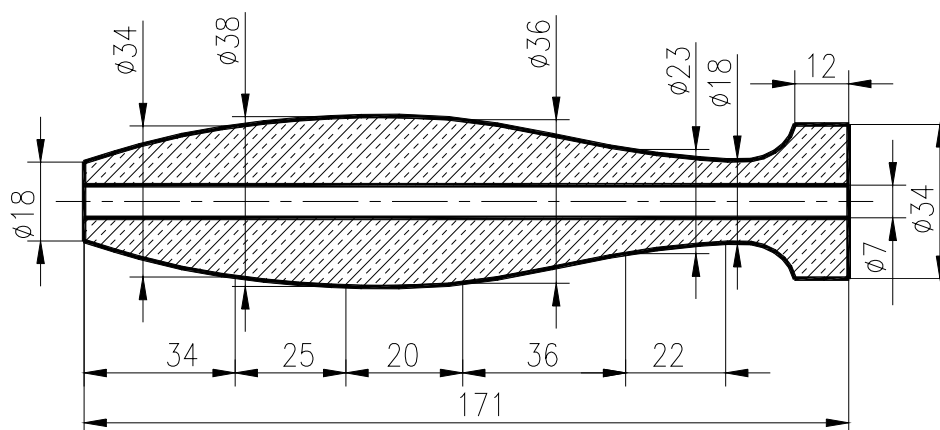

Fig. U9.11
2. Realizați desenul mânerului din Fig. U9.11. Conturul curbat realizați-l cu comanda *SPLINE*, curba fiind trasată prin punctele cotate, introduse cu comanda *POINT*. Utilizați modul *OSNAP* permanent – *Node* la trasarea curbei. Pentru hașurare utilizați modelul *TRANS*, cu unghi de 45° și scara 12.